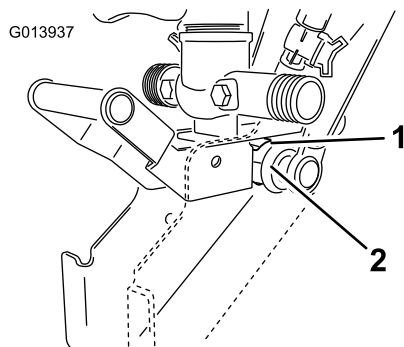

Figura 19
- D. Empuje hasta que la abrazadera se enganche en el buje, según se muestra en Figura 19.